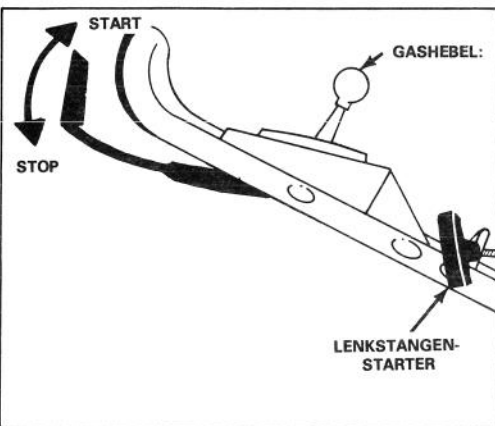

Bild 7
1. **BEDIENUNGSELEMENTE** — Gashebel, Führungsholm und Lenkstangenstarter sind am oberen Holm angebracht (Bild. 7)
3. **STARTEN** — Gashebel auf CHOKE schieben und Führungsholm gegen Schiebepaste halten. Lenkstangenstarter ziehen und Gashebel wie gewünscht regulieren, wenn der Motor startet (Bild 7). Wenn die Temperatur ungefähr 5 °C erreicht, kann zusätzliches Anziehen erforderlich sein, denn der Motor muß erst Anlaßkraftstoff holen.